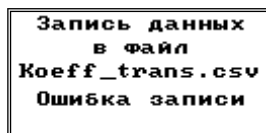

Рисунок 89
7.1.5.14 В случае невозможности записи будет выведено информационное сообщение об ошибке записи (рисунок 89). В этом случае следует убедиться в наличии и работоспособности SD-карты в слоте ИБ. Для возврата к отображению измеренных величин используйте кнопку .